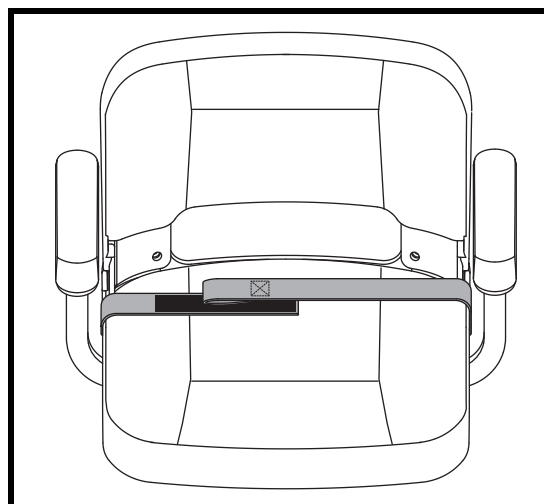

Figure 23. Ceinture de positionnement - Crochet réutilisable et boucle de fixation
1. Alignez les deux côtés de la ceinture en plaçant les deux bouts directement au-dessus du côté de l'attache ("crochet") du côté opposé de la ceinture. Pressez fermement ensemble pour attacher. Voir la figure 23.